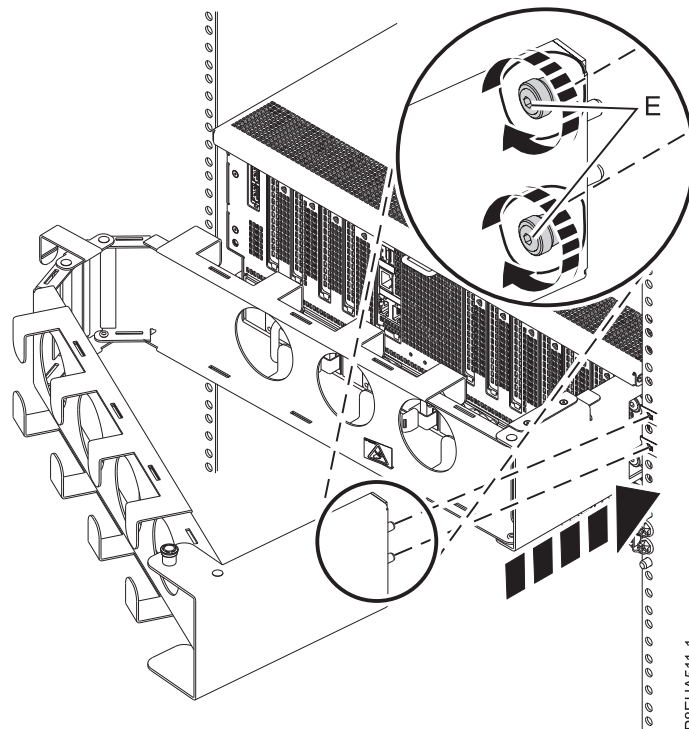

Abbildung 20. Außenplatte an den Schienen befestigen
3. Befestigen Sie die Außenplatte mithilfe von zwei Senkschrauben (E) an den Schienen, wie in Abb. 20 gezeigt.